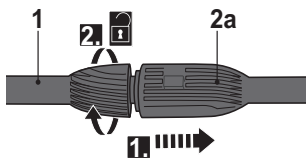

Fig. 6
> Para remover a lança de pressão (1), puxe-a na direção da porta de ligação da lança (2a) (Fig. 6, passo 1) e torça-a no sentido inverso ao dos ponteiros do relógio para a remover (Fig. 6, passo 2).